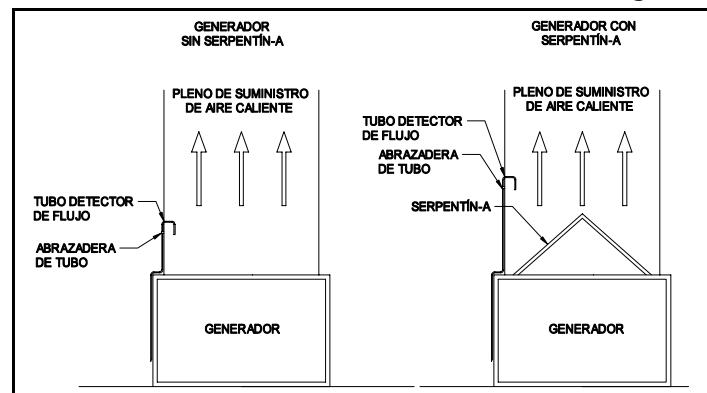

Figura 4
- Deslice una de las abrazaderas de tubo en el extremo en forma de "U" del tubo. Introduzca el extremo dobrado del tubo en el orificio de $\frac{1}{4}$ " de manera que el extremo abierto mire directamente hacia el flujo de aire de entrada. Marque y perfore (si es necesario) un orificio de tornillo de montaje para la abrazadera. Asegure la abrazadera al pleno usando uno de los tornillos para hoja metálica restantes. (Ver Figura 4)